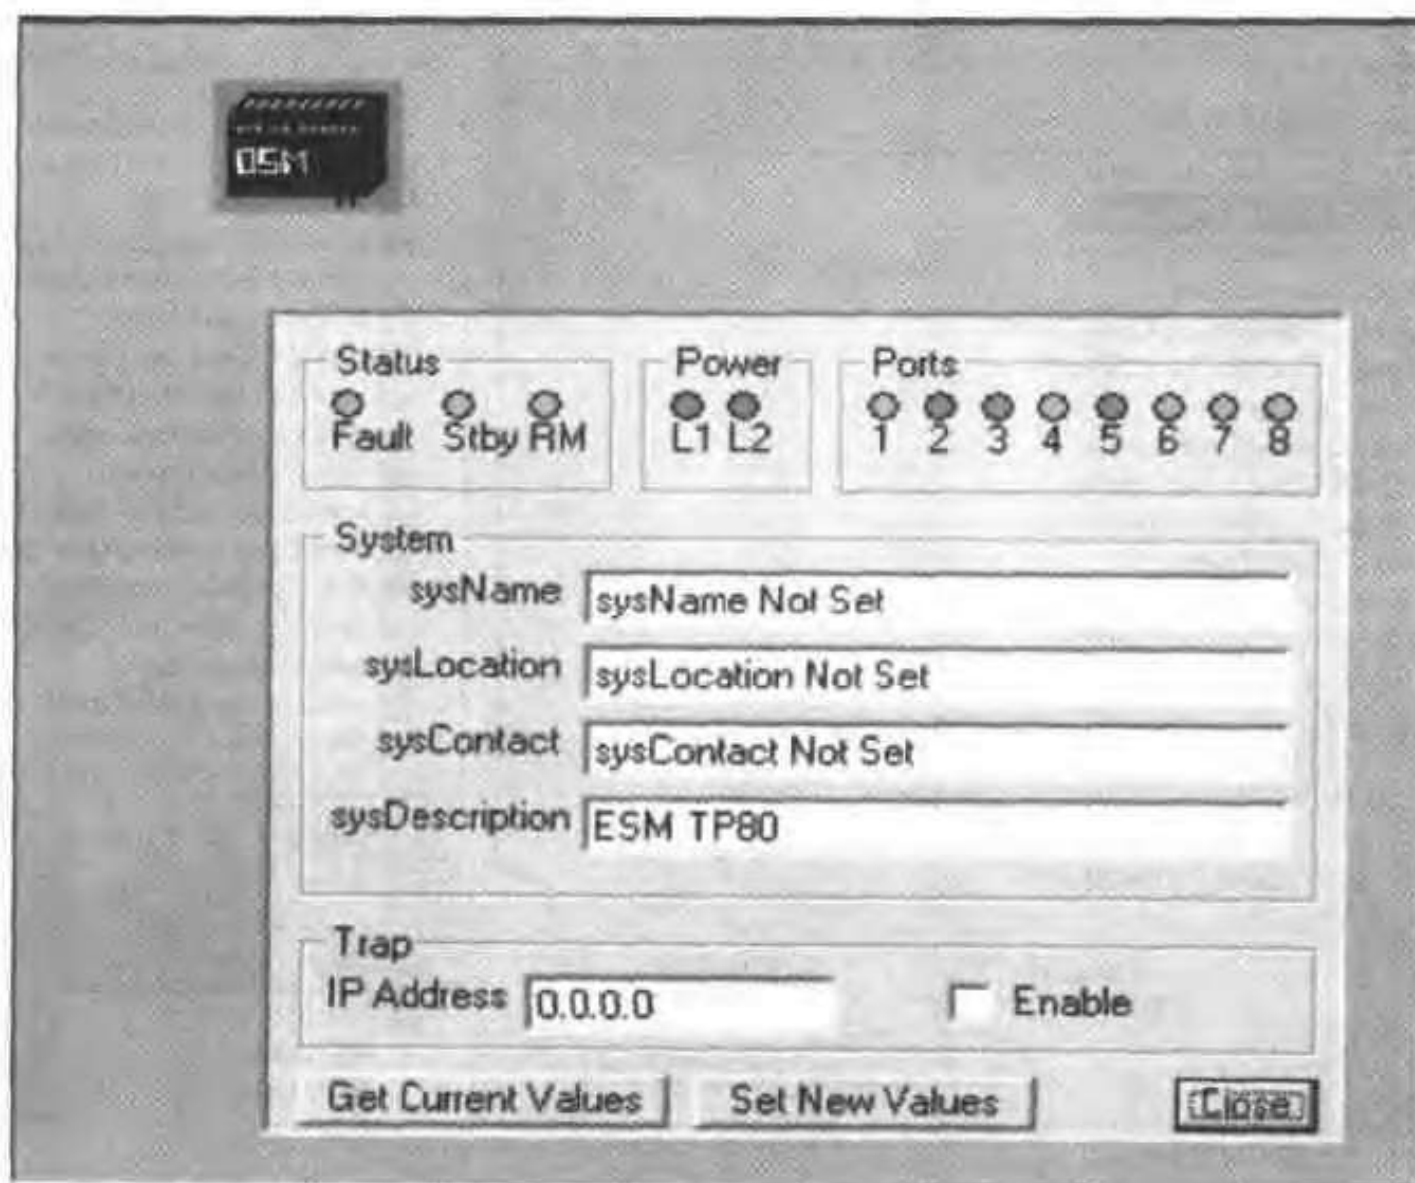

图 13-32 WinCC 运行画面
- 保存并运行 WinCC。如果以太网交换机运行正常,则显示为绿色;否则显示为红色。双击 OSM 图标,可以监控以太网的运行状态,如图 13-32 所示。